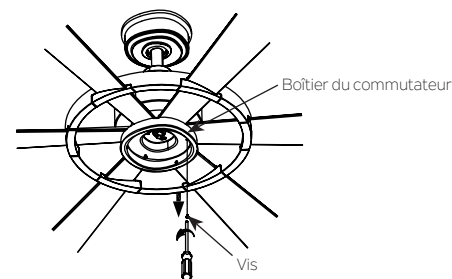

Fig. 21
Étape 1 : Retirer l'une des trois vis du boîtier du commutateur et conserver pour une utilisation ultérieure, desserrer les deux autres vis (ne pas retirer). (Fig.21).